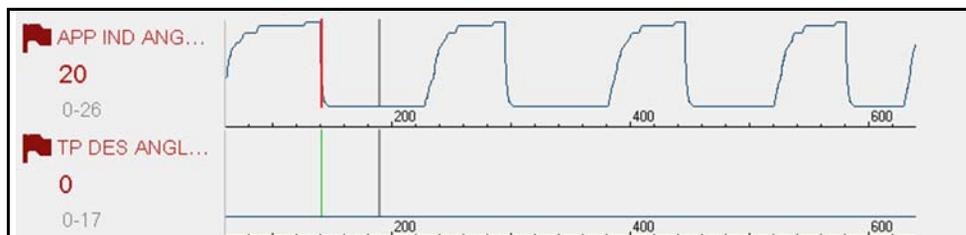

Figure 5-12
- La ligne rouge s'affiche sur le graphique (Figure 5-12) du PID avec le déclencheur activé pour indiquer où le déclenchement s'est produit.